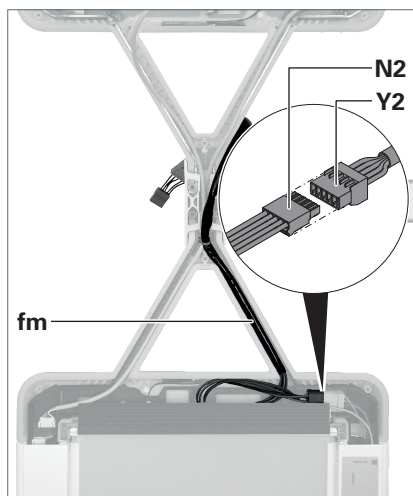

Fig. 19: Brancher le câble d'alimentation.
9. Posez le câble d'alimentation **fm** du jeu de câbles dans le bras de support de la tête du luminaire 2, voir Fig. 19.